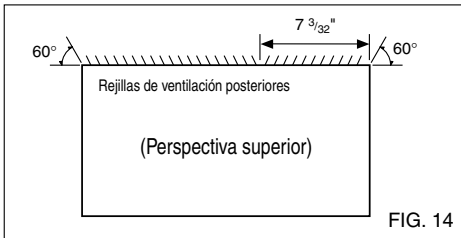

FIG. 14
- 1** Redireccione las rejillas de ventilación en la parte posterior del soporte de pared a un ángulo de 60° según muestra la FIG. 14. Recomendamos el uso de alicates.